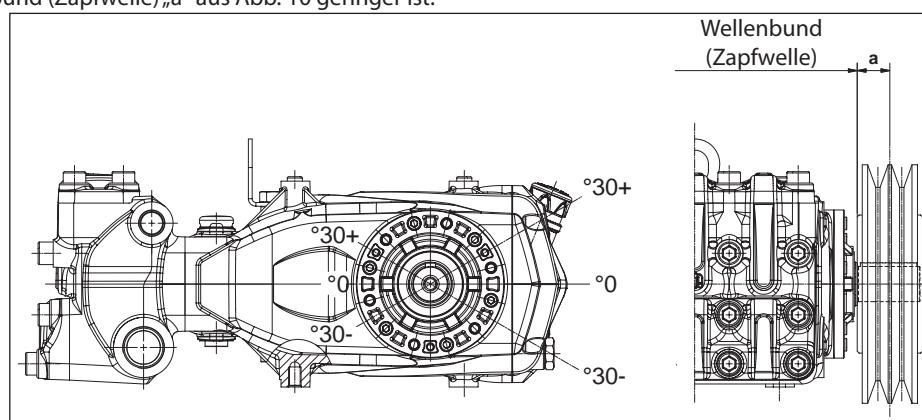

Abb. 10
Der Antrieb gilt als richtig bemessen, wenn die Belastung bei einem maximalen Abstand  $a = 50$  mm vom Wellenbund (Zapfwelle) angewandt wird, siehe Abb. 10.
- b) Verwenden Sie Hochleistungsriemen - zum Beispiel **XPB** statt **SPB** - da hierbei weniger Riemen bei gleicher Leistungsübertragung benötigt werden und der Abstand zum Wellenbund (Zapfwelle) „a“ aus Abb. 10 geringer ist.
- e) Folgen Sie der Spannungsrichtung des Riemens lt. Angaben in Abb. 10. Wenden Sie sich bei anderen Anforderungen an die **technische Abteilung** oder den **Kundendienst**.